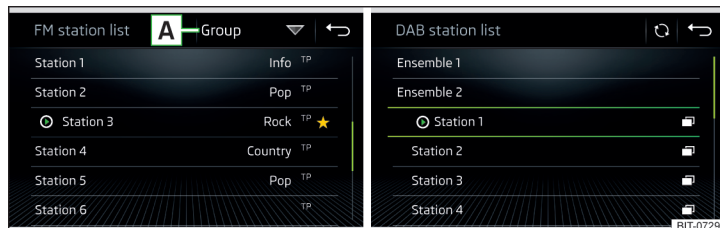

Fig. 188 Exemple de liste de stations disponibles FM/DAB
- Pour **trier** (FM) les stations dans l'ordre alphabétique, par groupe ou par genre, appuyez sur la touche [A] » fig. 188 » !.
- Pour **filtrer** les stations selon le type de programme (par ex. culture, musique, sport, etc.), dans la liste des stations FM (lorsque la fonction RDS est activée) et DAB (lorsque le tri alphabétique des stations est activé), appuyez sur la touche de fonction [A] » fig. 188.
► Pour la **mise à jour automatique**, appuyez sur la touche  » fig. 188.